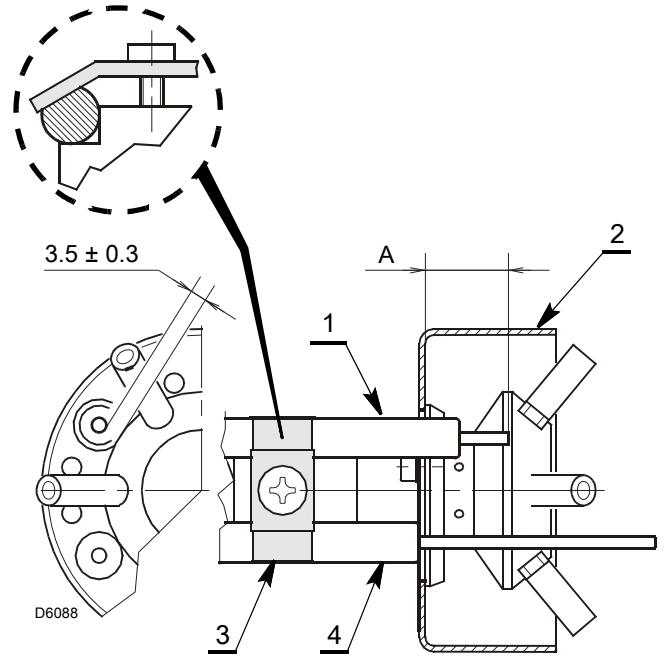

图 14
- ▶ 确保板 3) (图 14) 始终插在电极 1) 的平坦位置。